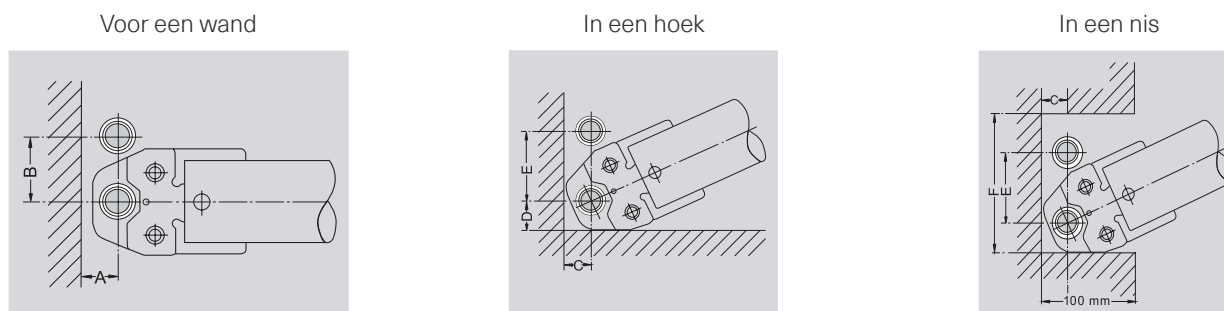

Fig. 2 – benodigde vrije ruimte voor het inpersen
- Vóór de montage moet rekening worden gehouden met de vereiste minimale ruimte voor het persen, zoals voorzien in onderstaande Tabel 4 en Fig. 2. Iedere mechanische belasting (stoten, overrijden met kruiwagens, ...) van de systeembuizen moet worden vermeden. Indien de systeembuizen voorzien worden van isolatie, mag deze mantel mag enkel worden aangebracht na het